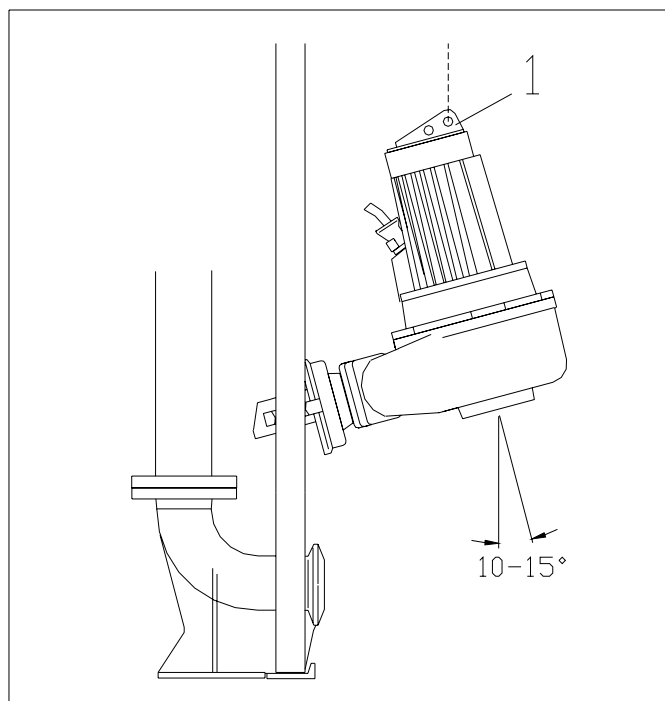

Fig. 6.4
- De hoek van de pomp bij het koppelen of ontkoppelen t.o.v de geleidebuizen tussen de 10-en 15° (zie fig 6.4).